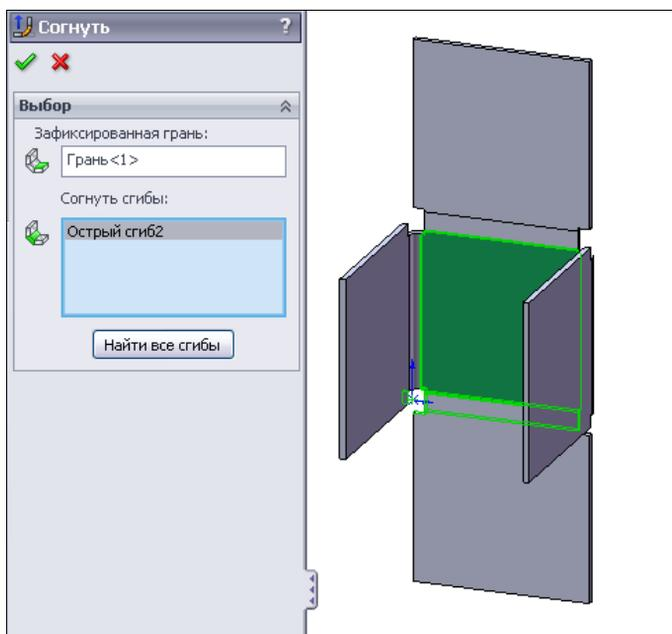

Рис. 4.55
12. Для того чтобы согнуть лишь некоторые грани детали, следует воспользоваться командой  — **Согнуть**. В появившемся окне настроек необходимо указать зафиксированную грань, а также сгибы, которые необходимо согнуть (рис. 4.55).